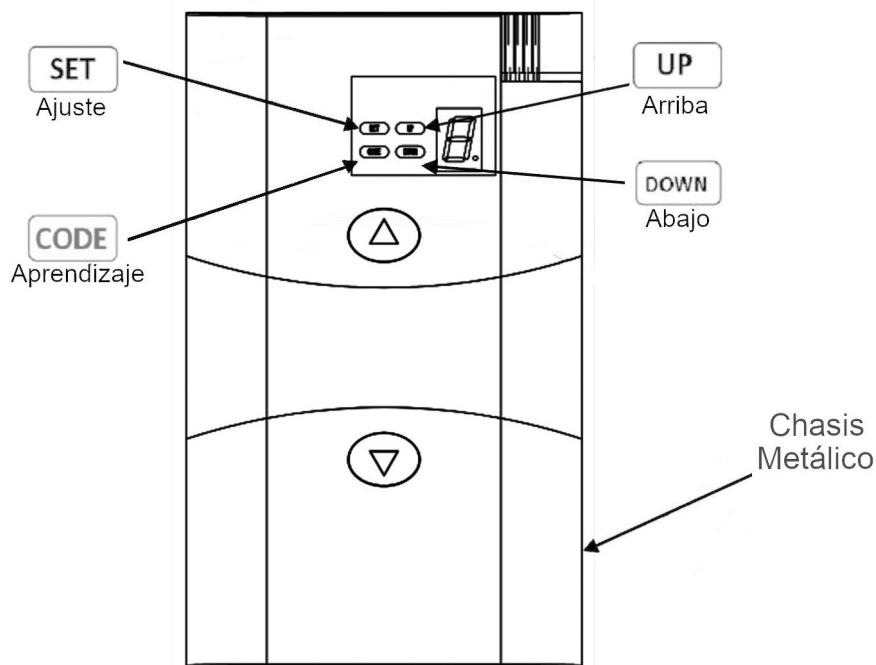

Fig.3
14. Chasis Metálico, Robusto y Seguro para Aplicaciones sobre Riel "C" ó Riel "T". (Fig.3)
15. Botones de Operación Arriba / Abajo (para Configuración). (Fig.3)